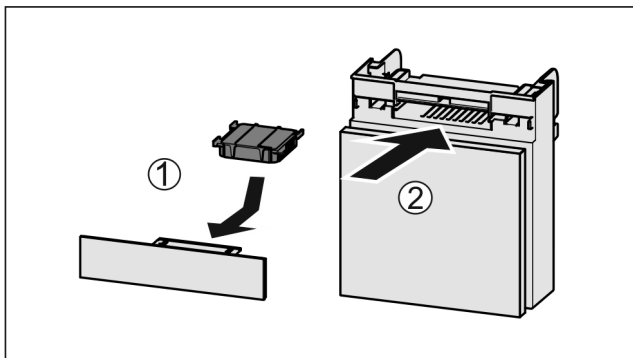

Fig. 95
- ▶ Vložte aktívny uhlíkový filter podľa obrázka Fig. 95 (1).
- ▶ Zasuňte zásuvku Fig. 95 (2).